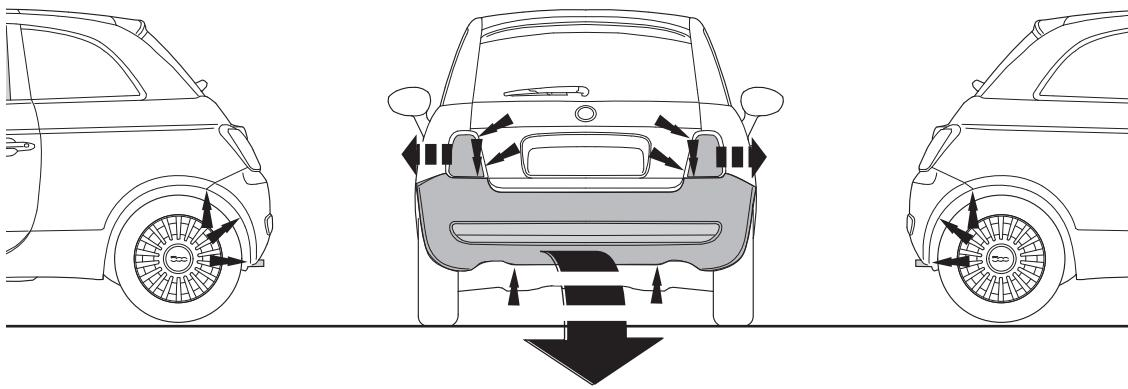

Fig.1
- Снять бампер вместе со стальным буферным бруском автомобиля. (См. рисунок 1).